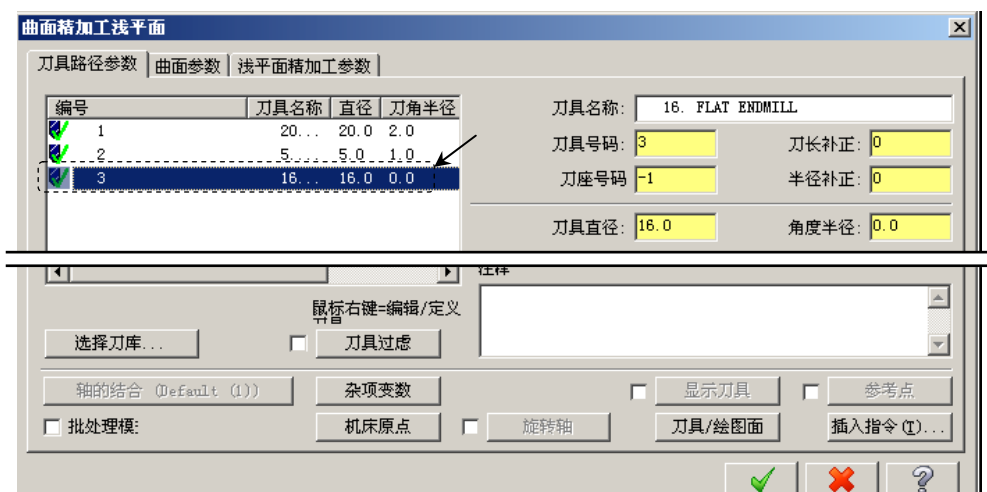

图 12.19 “刀具路径参数”选项卡
Step3. 选择刀具。在“曲面精加工浅平面”对话框中，取消选中 ☐ **刀具过虑** 复选框，然后选择图 12.19 所示的刀具。